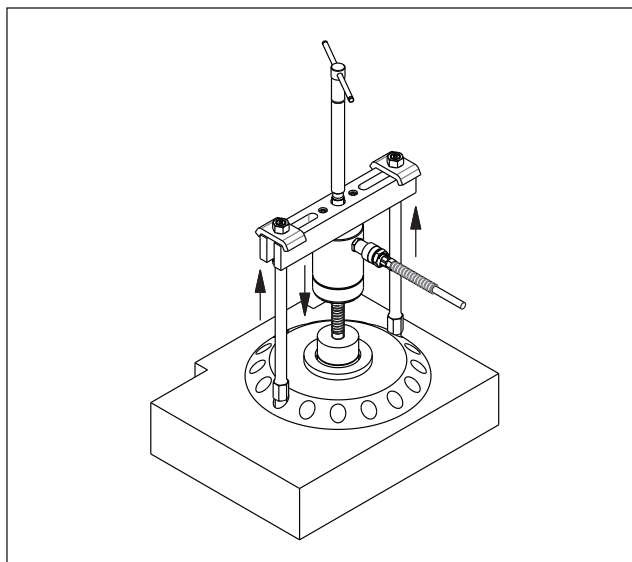

図10: クロスベアリングプーラー（一般的）
- ベアリング、プーリーまたはその他の取り外すアイテムにプーラーを取り付けます。プーラーのレッグを調整します。図10を参照してください。